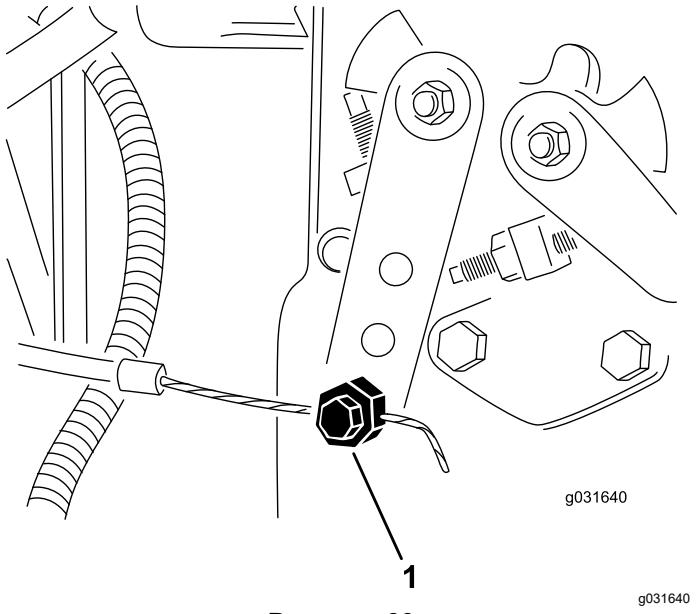

Рисунок 60
2. Ослабьте соединитель тросика дроссельной заслонки на плече рычага топливного насоса (Рисунок 60).